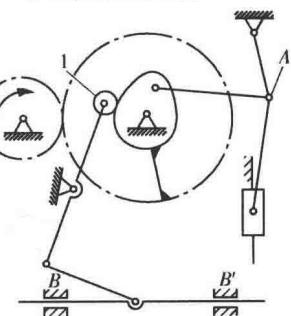

图 1-2-15 冲压机构
(7) 图 1-2-15 中，滚子 1 处有一个局部自由度，A 处为三个构件汇交的复合铰链，移动副 B、B' 的其中之一为虚约束。则该机构的自由度为